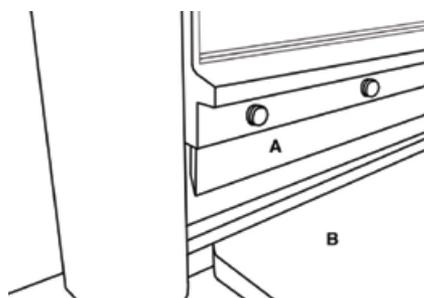

FIGURE 12
2. Une fois le couteau a été aiguisé ou remplacé, il peut être réinstallé. Placez le couteau (Fig. 12-A) avec son côté à plât face à la table (Fig. 12-B). Assurez-vous que la surface de montage et le couteau sont propres, ré-installez le couteau avec les sept vis à tête hexagonaux retirées précédemment en utilisant la clé hexagonale fournie.